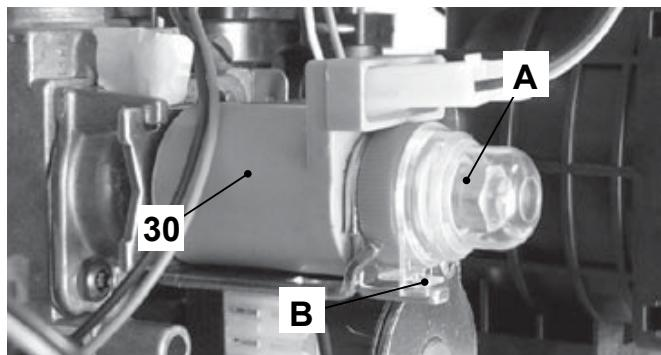

рис. 7.2
- Удалите защитный колпачок "A" модулирующего устройства 30 в рис. 7.2 вращая его по часовой стрелке, чтобы освободить от держателя "B" и, нажимая на плоскую отвертку в паз.